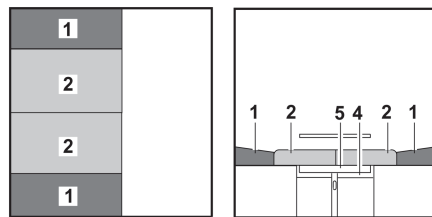

Fig. 65 Después de la transformación
- Tirar de los cojines del asiento (Fig. 65,2) hacia el centro.
- Colocar los cojines del respaldo (Fig. 65,1) entre los cojines del asiento y la pared.